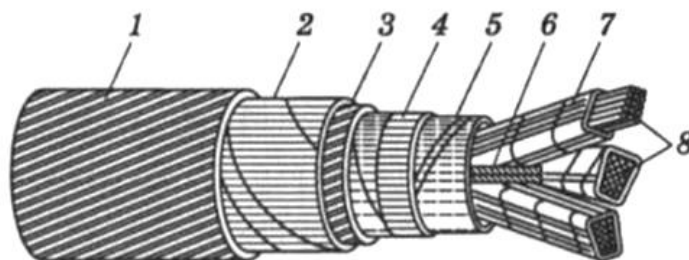

Рис.3. Силовой кабель (марка СБ)
3. Приведите названия составных частей показанного на рис. 3 силового бронированного кабеля в свинцовой оболочке с бумажной изоляцией жил (марка СБ).